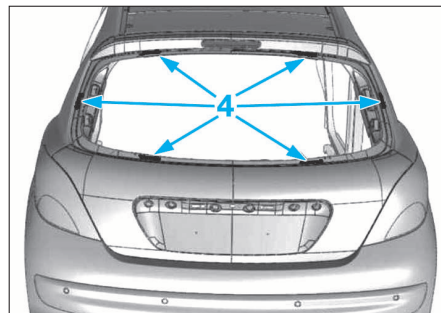

FIG. 128
- Appliquer le cordon de colle sur le pare-brise avec une hauteur (E) de 12 mm.
- Positionner les cales (4) comme à l'origine (Fig.128).